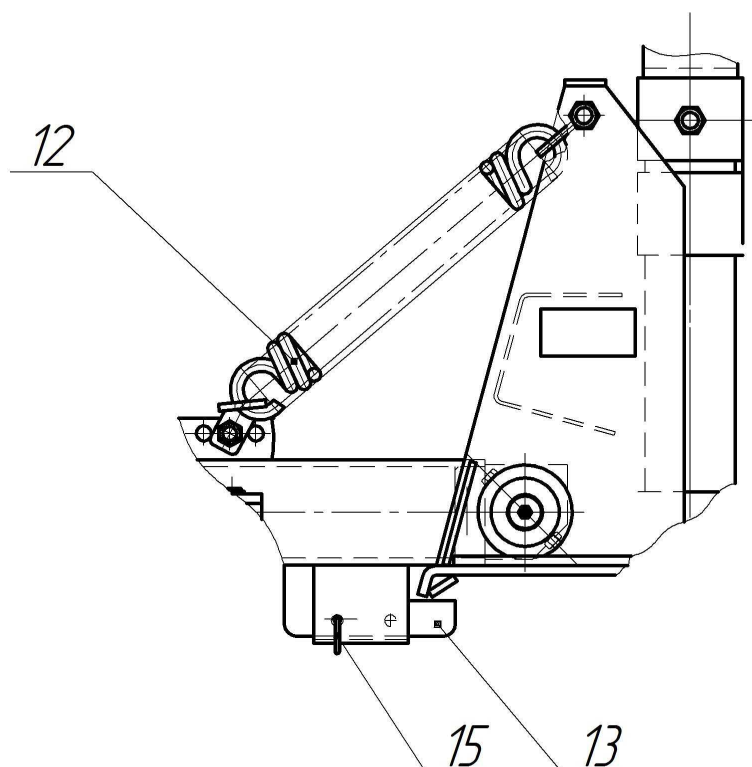

Рис. 3.4 — Кронштейн поворотный с пружинным блоком и фиксатором
- при транспортировании граблей по дороге убедиться, что крылья заблокированы фиксатором поз. 13 (Рис.3.4) и зашплинтованы пружинным шплинтом 15;
Отрегулировать давление рабочих колес на почву, установив проушину пружины в необходимое отверстие (Рис. 3.4).